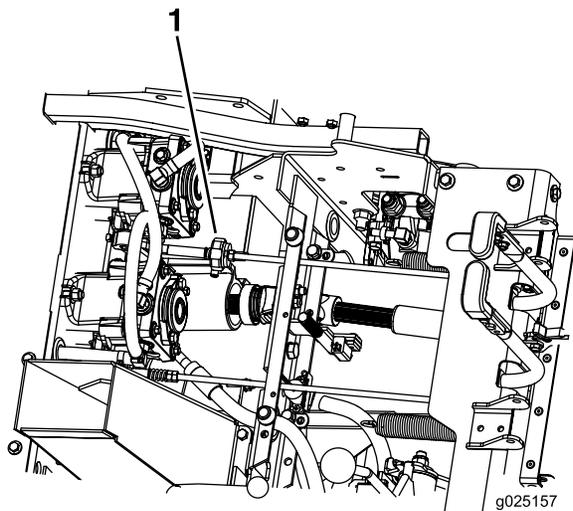

Рисунок 52
7. Выполните проверку и убедитесь в отсутствии самопроизвольного медленного перемещения машины при нейтральных положениях рычагов и выключенных стояночных тормозах (Рисунок 52).